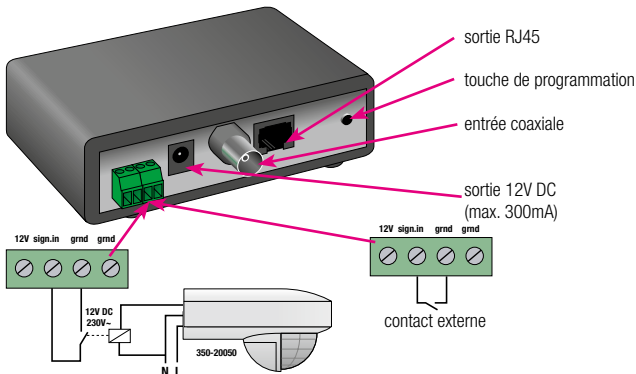

fig.2: raccordement de l'interface caméra au système
Lorsque l'interface caméra est connectée, la caméra externe est activée et la LED rouge s'allume au module. L'image de la caméra externe apparaît sur tous les postes intérieurs programmés. Vous pouvez également commander la caméra manuellement en enfonceant la touche programmation (fig.2). La caméra est alors activée et l'image apparaît sur les postes intérieurs programmés.
- Vous pouvez raccorder un détecteur de mouvement sur le connecteur à vis (fig.2). La caméra est alors activée lorsque le détecteur de mouvement détecte un mouvement.
- Vous pouvez également raccorder un bouton-poussoir sur le même connecteur à vis (fig.2).
- Vous pouvez raccorder un bouton-poussoir et un détecteur de mouvement. Vous pouvez ainsi activer la caméra de l'intérieur en enfonçant le bouton-poussoir, tandis que la caméra est automatiquement activée lorsque le détecteur de mouvement détecte un mouvement (fig.2).